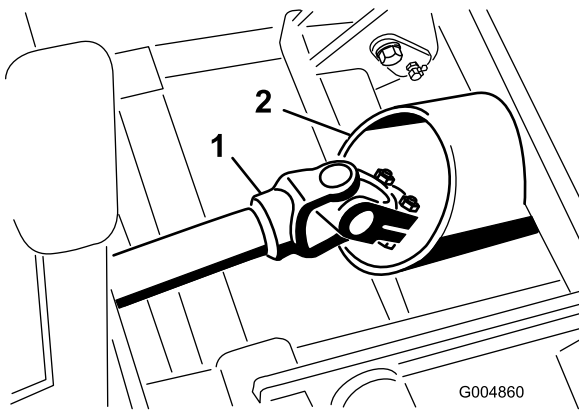

Figura 16
4. Coloque cuidadosamente el conjunto del bastidor de invierno en su posición, pasando el eje motor a través del tubo del bastidor (Figura 16).